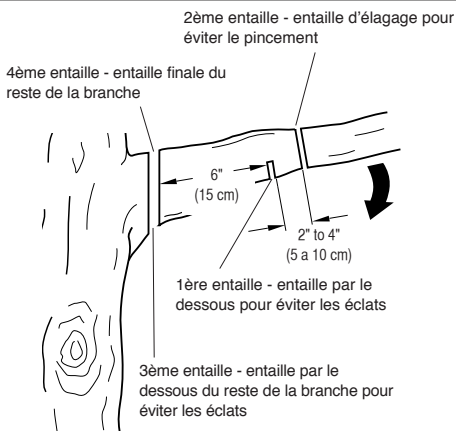

Figure 15 - Coupe d'une branche
1. Faire la première entaille à 15 cm (6 po) du tronc, sur le dessous de la branche. Utiliser le haut de la guide-chaîne pour faire cette entaille. Couper sur 1/3 du diamètre de la branche. (voir la Figure 15)